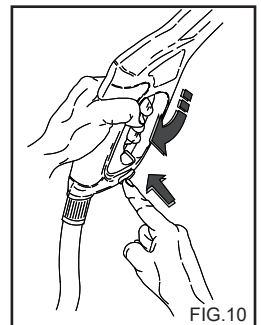

FIG. 10
- Quand le nettoyeur haute pression n'est pas utilisé, fermer le dispositif de sécurité de la poignée. (fig.10).